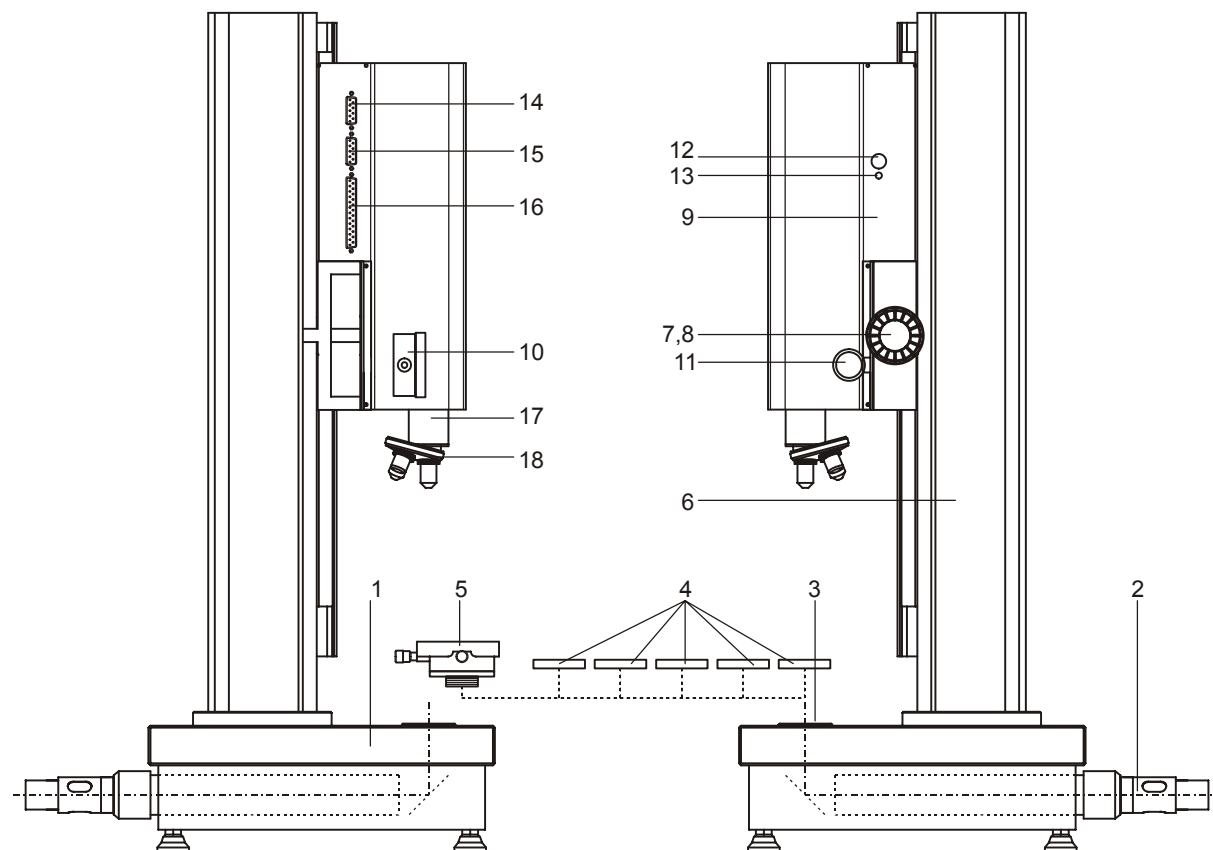
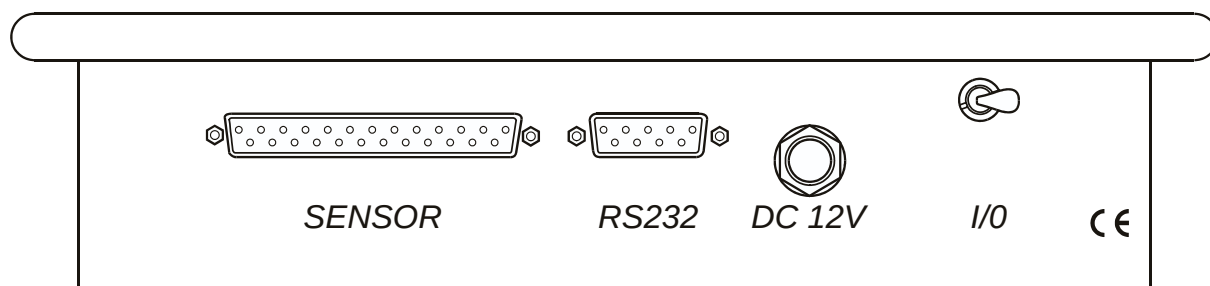

图 9：带有焦点模块的垂直支架（侧视图）
图 12：控制器上部
控制器的上部设有电源开关、电源线接口、测头及计算机连接接口 (见图 12)。
1. 将数字量表与测头相连（图 9 中第 15 项）：将光学接口接入量表上端的接口。其带有 LED 的插头的一面须朝向仪器的正面。
3. 用 D 型接口电缆连接测头（图 9 中的第 16 项）和控制器（SENSOR 传感器一接口见图 12）。
4. 将电源控制器接入控制器的 12V 接口（图 12）。
5. 将光导纤维连至冷光源，并在底座后面将光源适配器插入准直仪套筒中（见图 9）。